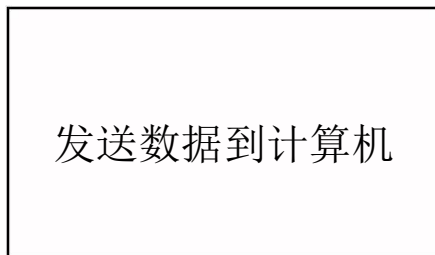

图 45
- c. 按 \leftarrow 键确认发送数据，屏幕显示：发送数据到计算机，发送完成有蜂鸣声提示，返回菜单状态，显示如图 45: